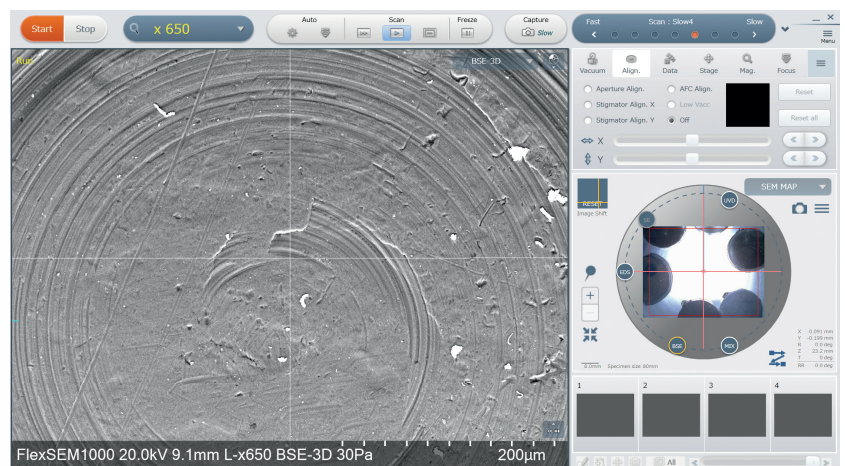

Abb. 4
- 3). Für Anwender, die die volle Flexibilität und Performance des Gerätes nutzen möchten, steht nicht nur die Software (Abb. 4), sondern auch ein optional erhältliches Operational Panel (Abb. 5), sowie ein Trackball oder Joystick zur Navigation der Proben zur Verfügung, welche die Arbeit mit dem FlexSEM erheblich vereinfachen und
Abb. 1: Links: Die Photosphäre der Sonne im grünen Licht des sichtbaren Bereichs aufgenommen mit einem Baader Solar Continuum-Filter (535-545 nm) am 19.05.2022 von der Volkssternwarte Meckesheim. Rechts oben: Detailaufnahme einer großen Sonnenfleckengruppe im grünen Licht. Rechts unten: Detailaufnahme der Chromosphäre im Licht der H α -Linie bei 656,3 nm mit der Konfiguration aus Abb. 4. Man erkennt deutlich die filamentartigen Strukturen in der Aktivitätsregion, die auf Gaseruptionen im Magnetfeld der Sonnenflecken zurückzuführen sind. Die hellen Regionen zwischen den Sonnenflecken (sog. Fackeln) sind besonders heiße und aktive Bereiche.
Abb. 2: Links: Übersichtsbild der Sonne im H α -Licht aufgenommen am 19.05.2022 mit einem Sonnenteleoskop der Firma Lunt bei 50 mm Öffnung und 350 mm Brennweite von der Volkssternwarte Meckesheim. Um die schwachen Protuberanzen am Sonnenrand abzubilden, muss die Sonnenscheibe überbelichtet werden. Rechts: Detailansicht der Protuberanz bei 50 mm Öffnung und 350 mm Brennweite (oben) und bei 102 mm Öffnung und 3070 mm Brennweite aufgenommen mit der Konfiguration aus Abb. 4. Man erkennt deutlich die bessere Auflösung, die gerade für Detailstudien erforderlich ist.
Abb. 4 zeigt den Aufbau für Detailuntersuchungen von Aktivitätsregionen im H α -Licht an einem Refraktor mit 102 mm Öffnung und 714 mm Brennweite. Die Bildgebung erfolgt über eine monochrome Astrokamera, in der ein Sony IMX174LLJ CMOS Chip verbaut ist und bis zu 120 Bilder pro Sekunde liefert. Dadurch kann die Luftunruhe weitgehend „eingefroren“ werden. Wegen ihrer höheren Auflösung werden monochrome Kameras gegenüber Farbkameras bevorzugt.
Abb. 4: Optische Konfiguration für räumliche und kinematische Untersuchungen der Phänomene der solaren Chromosphäre. Das Sonnenlicht des Refraktors gelangt über eine Umlenkoptik durch das H α -QUARK-Okularfilter von Daystar. Die Abbildung erfolgt mittels einer Astrokamera, die an einem Notebook angeschlossen ist.